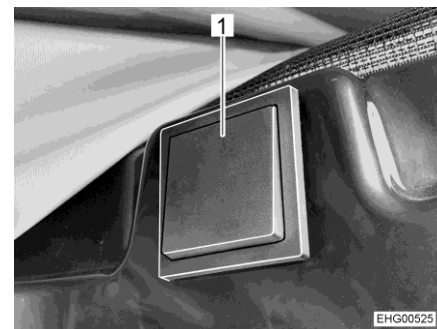

Fig. 32 Touche pour le déverrouillage électrique
- Appuyer pendant au moins 2 secondes sur la touche (Fig. 32,1).